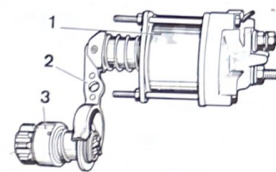

Fig. 9.10. Conjunto de:
Para retirar el relé se quita el pasador (P) (Fig. 9.9), se saca por el lado opuesto el eje de la horquilla, se retiran las tres tuercas (R) de unión del relé a la cabeza del motor de arranque y, tirando hacia la parte posterior, se extrae el relé (1), la horquilla (2) y el piñón Bendix (3) (Fig. 9.10).